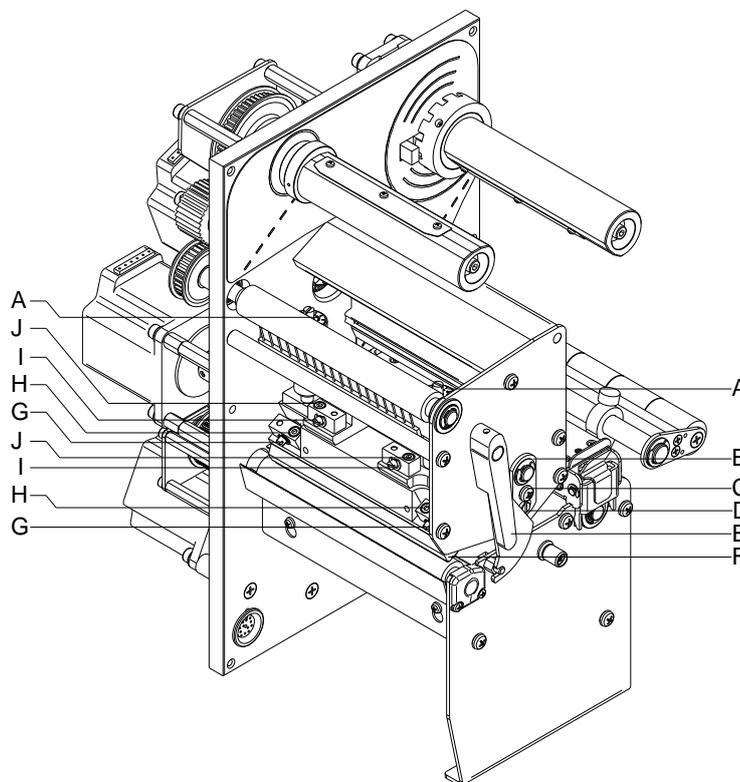

Abbildung 15
Falls nach Einstellen der Parallelität kein gleichmäßig starker Druck über die gesamte Druckbreite vorliegt, kann mit dem Stellblech (B, Abbildung 15) ein Ausgleich wie folgt geschaffen werden:
1. Schraube (C, Abbildung 15) ca. ¼ Umdrehung lösen.
3. Schraube (C, Abbildung 15) wieder anziehen.
1. Andruckschrauben (A, Abbildung 15) drehen, um den Druckkopfandruck zu verändern.
2. Drehen der Andruckschrauben (A, Abbildung 15) bis an den Anschlag im Uhrzeigersinn ergibt eine Andruckerhöhung von 10N gegenüber der Werkseinstellung.
3. Drehen der Andruckschrauben (A, Abbildung 15) genau eine Umdrehung vom Rechtsanschlag gegen den Uhrzeigersinn, ergibt die Werkseinstellung.